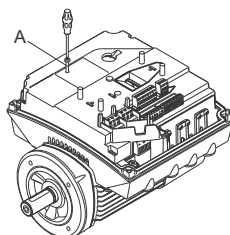

Fig. 74 Sådan fjerner du skruen
3. Fjern skruen (fig. 74, A).
5. Montér og stram skruerne (fig. 74, A) med 1,3 Nm.